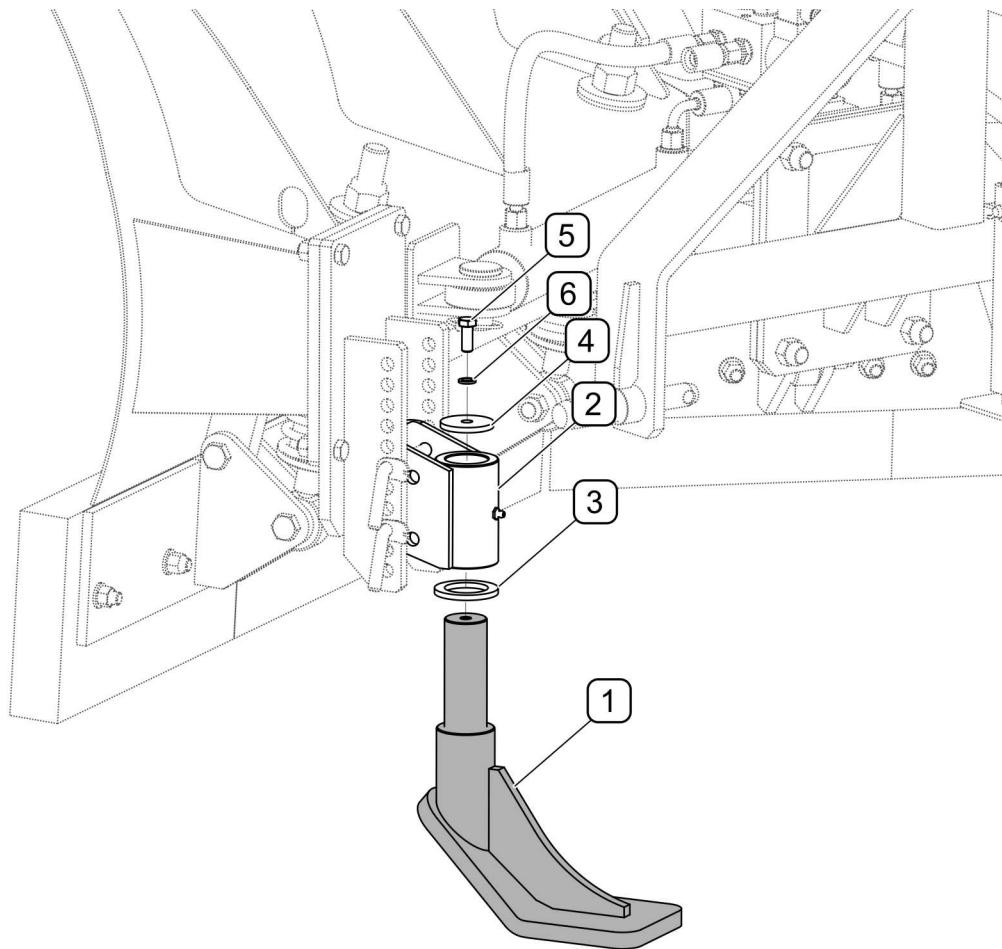

ABBILDUNG 5.2 Austausch der Gleitfüße (Option)
Wenn die Gleitfüße stark abgenutzt oder beschädigt sind, müssen diese gegen neue ausgetauscht werden (ABBILDUNG 5.2). Den Pflug anheben und mit ausreichend stabilen Stützen abstützen. Wenn der Pflug an der vorderen Dreipunktaufhängung befestigt ist, muss er zusätzlich gegen Herabfallen gesichert und der Schlepper abgeschaltet werden (Motor abstellen und Feststellbremse anziehen). Die Schraube (5) herausschrauben und den Fuß (1) aus der Aufnahme (2) herausziehen. Den Fuß und die übrigen Elemente auf Beschädigungen und übermäßigen Verschleiß prüfen. Die Auflistung der Teile des Gleitfußes einschließlich der Katalognummern in TABELLE 1.3 dargestellt.